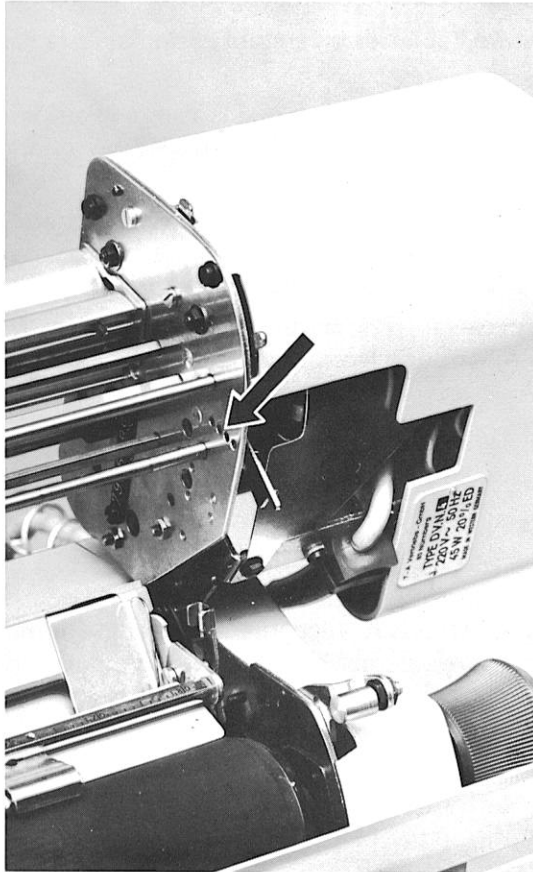

Abb. 32 Viererlochseite
- 8) Achslöcher für Vorsteckband (s. auch Abb. 32)
Die Vorsteckbandachse ist zwischen den seitlichen Lagerwänden der doppelten Kontoeinrichtung in einer Viererlochreihe (siehe Abb. 32) verstellbar gelagert; dadurch ist eine restlose Ausnutzung des Farbtuches gewährleistet.